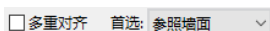

图 2-26 对齐选项栏
(1) 单击“修改”选项卡“修改”面板“对齐”按钮, 打开选项栏，如图 2-26 所示。